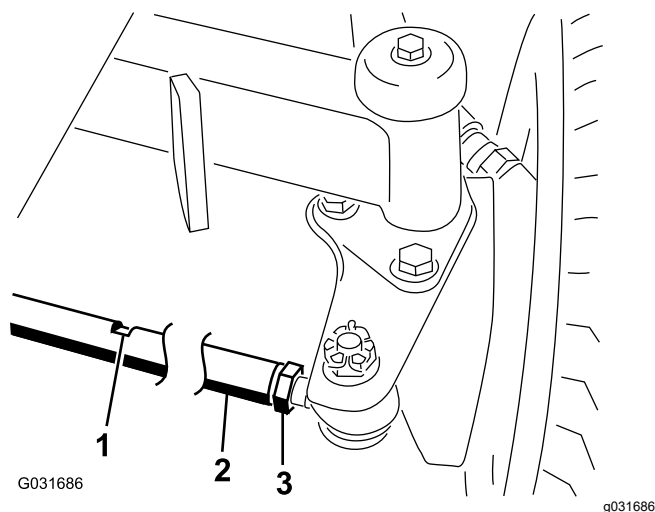

Рисунок 48
2. Ослабьте зажимную гайку с каждой стороны стяжной тяги (Рисунок 48).